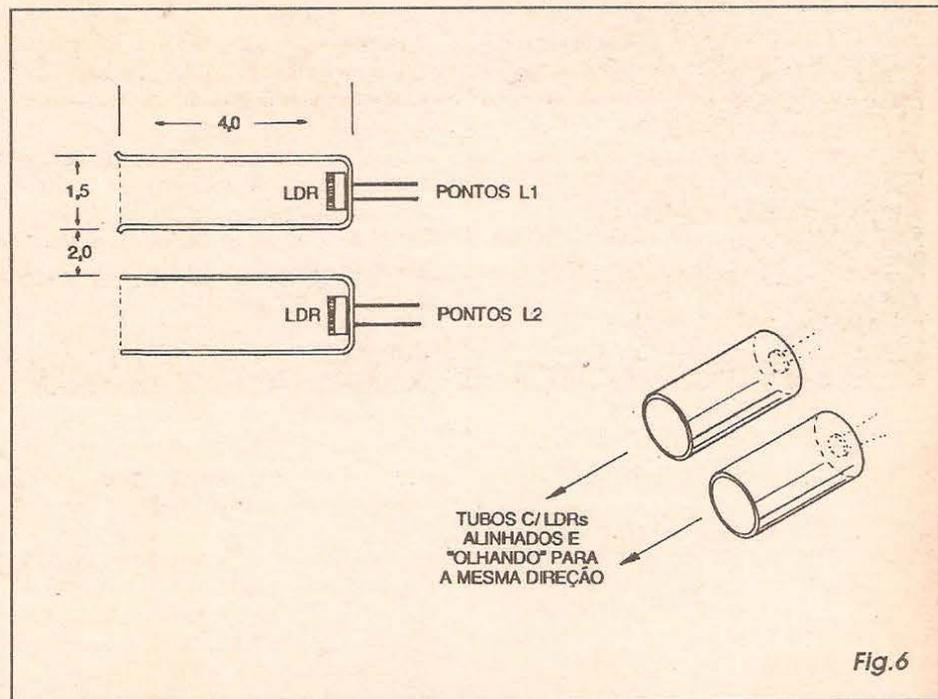

Fig.6
- FIG. 6 - O ENTUBAMENTO DOS ZÓIOS... - Os LDRs deverão ser fixados internamente ao fundo dos dois tubos relacionados em OPCIONAIS/DIVERSOS da LISTA DE PEÇAS, conforme mostra a figura... Se, nos moldes do diagrama, os tais furos *tiverem fundo*, basta fazer neles dois furinhos em espaçamento compatível com o dos terminais dos componentes, para que o ajustamento final fique fácil e firme... Já se os tubos forem do tipo *sem fundo*, então (consultar também a próxima figura...) os LDRs deverão ser fixados (pelo mesmo método básico...) à parte externa do *container* cilíndrico principal da PIPOMAZ, com os ditos tubos posteriormente acrescentados sobre eles, também fixados ao local (com adesivo forte...). Em qualquer dos casos, procurar respeitar as dimensões e afastamentos indicados no diagrama, fazendo todas as necessárias fixações com cola de *epoxy* ou de *cianoacrilato* ("Araldite", "SuperBonder" ou equivalentes...).